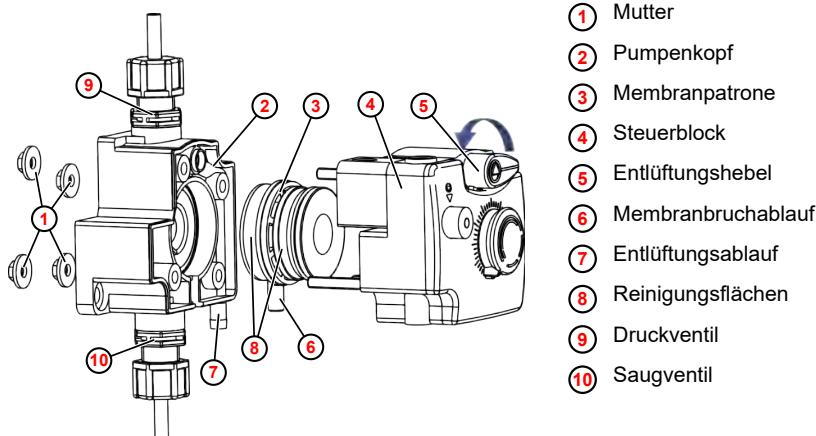

Abb. 20: Pumpenkopf austauschen
Wenn trotz geschlossenem Entlüftungshebel (Abb. 20 , ⑤) Dosierprodukt aus dem Entlüftungsablauf (Abb. 20 , ⑦) tritt, muss der Entlüftungshebel justiert werden.